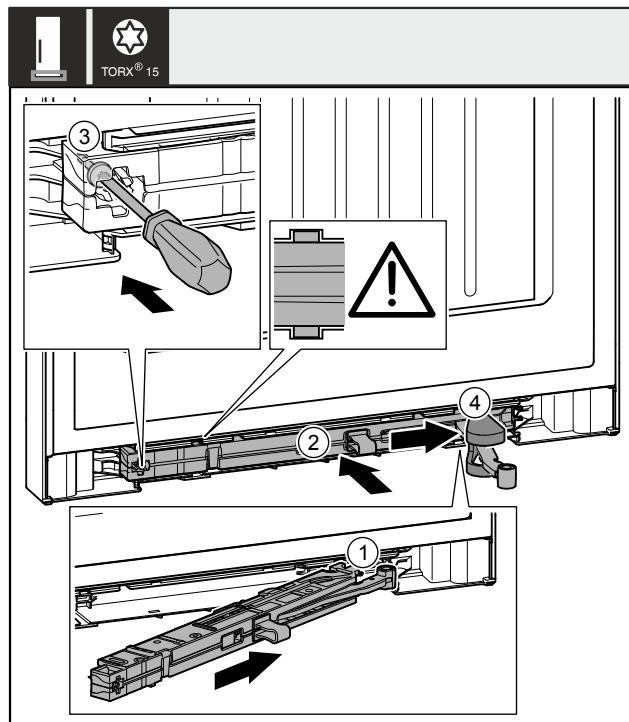

Fig. 53
- Inserire in diagonale l'unità dell'ammortizzatore di chiusura Fig. 53 (1) nel vano sul lato del blocco di supporto fino a battuta.
- Inserire completamente nel vano l'unità dell'ammortizzatore di chiusura Fig. 53 (2).
- Stringere la vite Fig. 53 (3) con un cacciavite.
- Spostare la copertura Fig. 53 (4) sul giunto.